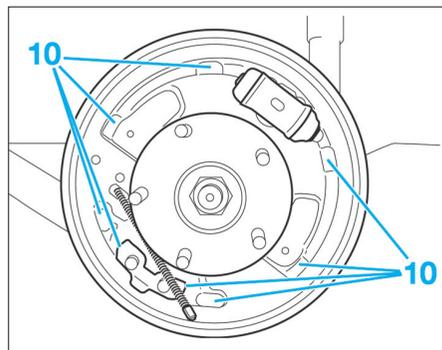

FIG. 18
- avant de remonter les segments de frein, nettoyer le flasque et appliquer de la graisse hautes températures sur les différents points (10) (Fig.18)